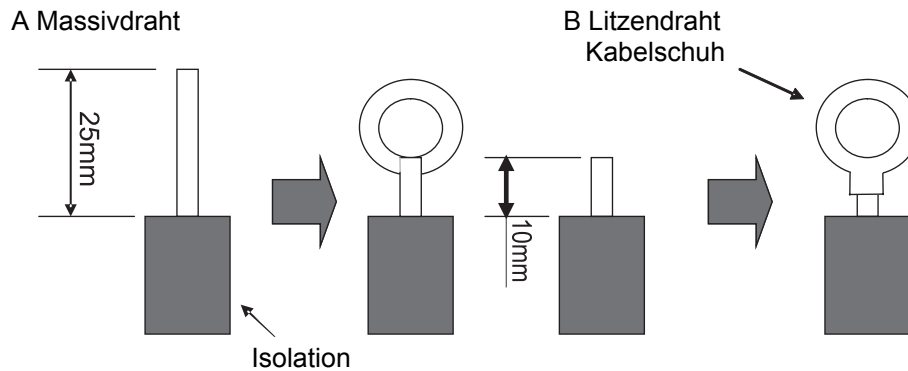

Abb. 29
1. Für Massivdraht (Abb. 29)
2. Für Litzendraht (Abb. 29)